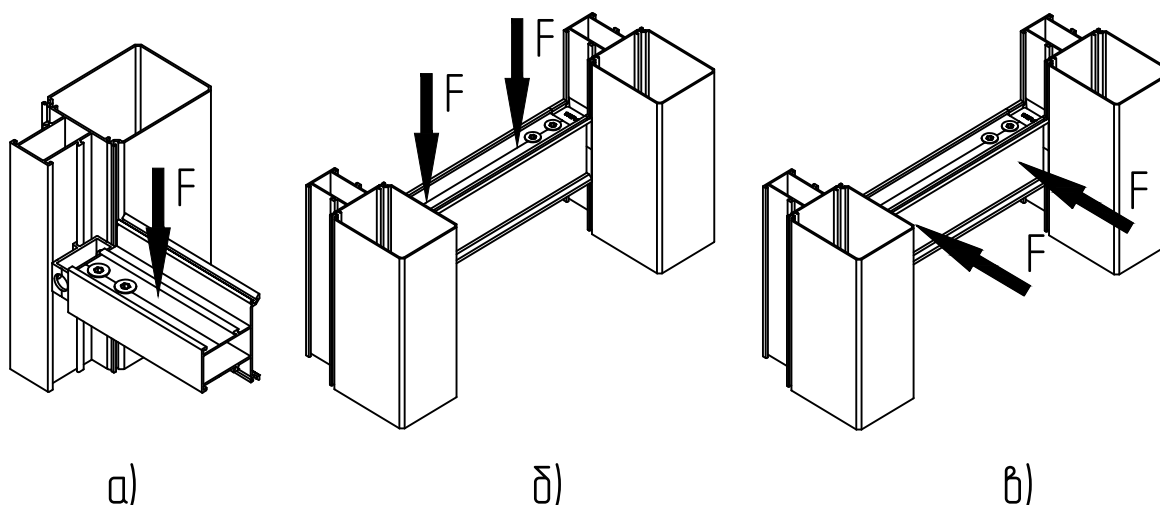

Рис. 11
- вертикальная нагрузка на консольную закладную (рис. 11а), при которой происходит деформация закладной составляет 700Н;
- допустимая вертикальная нагрузка на закладные (рис. 11б), имитирующая весовую нагрузку от заполнения, составляет 1200Н;
- горизонтальная нагрузка (рис. 11в), приводящая к вырыву самореза крепления закладной из стойки, составляет 2600Н, одинаково для самореза 3,9х13 и самореза 4,2х13 (саморез 3,9х13 заменяется саморезом 4,2х13 в случае переустановки ригеля с креплением по прежнему отверстию).